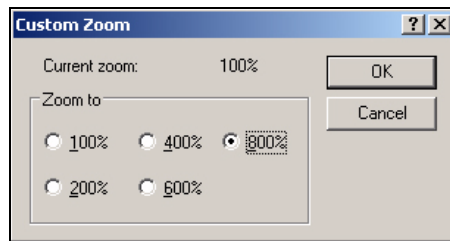

Figura 5-43. Zoom personalizado
- 2 Desplácese hasta *Ver > Zoom > Personalizado*. Aparecerá el cuadro de diálogo *Zoom personalizado* (consulte Figura 5-43 en la página 5-55).